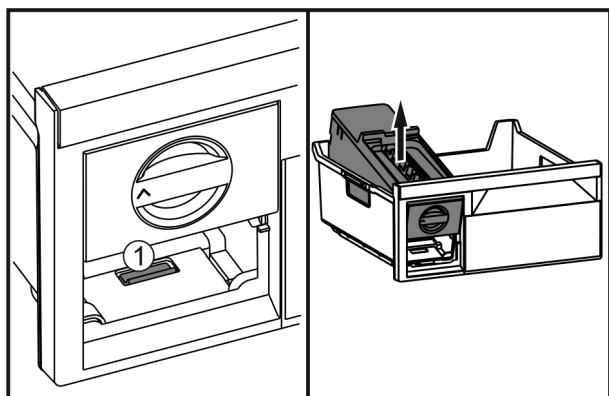

Fig. 80
- ▶ Stlačte západku Fig. 80 (1), EasyTwist-Ice zezadu zvedněte a vyjměte z mrazicí zásuvky.